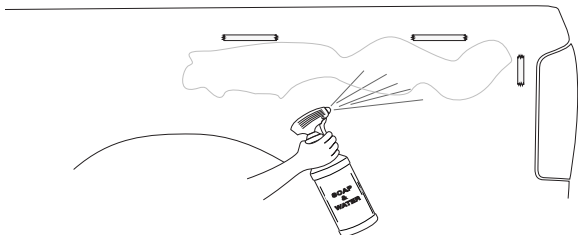

Fig.2
4. Mix 2-3 drops of liquid dish soap in spray bottle of water. Spray a generous amount on body surface. Fig. 2
4. Mélanger deux à trois gouttes de produit à vaisselle liquide avec de l'eau dans un vaporisateur. Vaporiser une bonne quantité de la solution sur la carrosserie (figure 2).